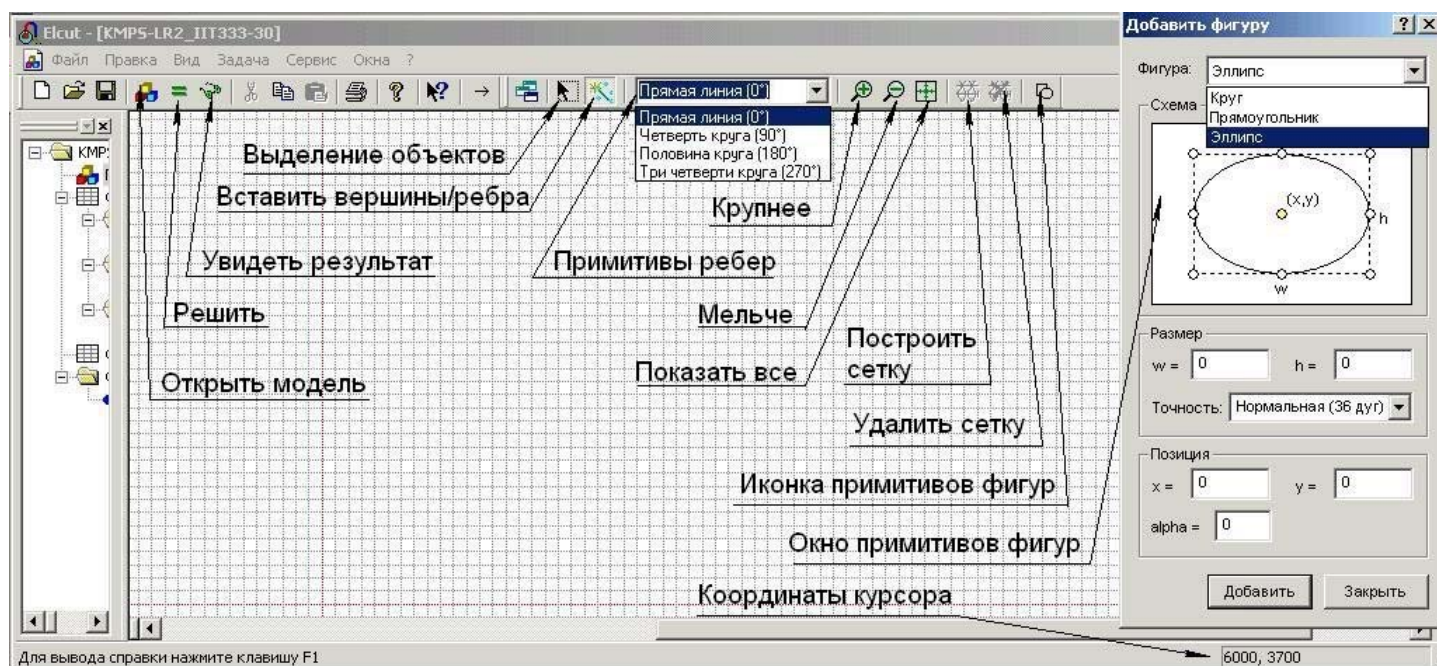

Рисунок 9 – Окно и инструменты геометрической модели
В результате на рабочем столе **ELCUT** появится окно геометрической модели и в панель инструментов добавятся иконки (рисунок 9).
2.2 На панели инструментов взять инструмент  - **Вставить Вершины/Рёбра**. Щелкнув по стрелке примитивов ребер  (рисунок 9) выбрать тип ребра (**Прямая линия (0°)**, **Четверть круга (90°)**, **Половина круга (180°)**, **Три четверти круга (270°)**). Целесообразно воспользоваться ребром **Половина круга (180°)**. Поместить указатель (курсор)  в поле чертежа с нужными координатами вершины, которые отображаются в правом нижнем углу строки состояния (рисунок 9), и нажать левую кнопку мыши. Удерживая кнопку мыши, переместить указатель  с вытягиваемой линией (ребром) в конечную точку (вершину) и отпустить кнопку мыши.
Если объект моделирования можно представить простейшими фигурами (круг, прямоугольник, эллипс), то можно воспользоваться иконкой  - **<Добавить фигуру>** и в окне **Добавить фигуру** (рисунок 9) задать размеры и координаты центра фигуры.